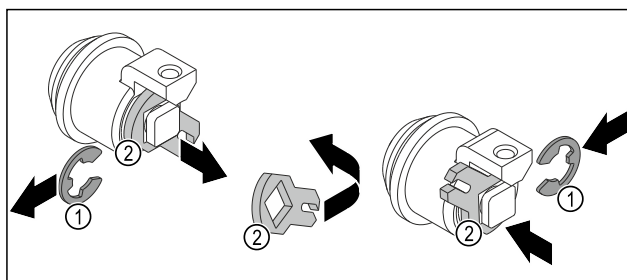

Fig. 15
- ▶ Извлеките стопорное кольцо Fig. 15 (1).
- ▶ Снимите запорный крючок Fig. 15 (2), переверните и снова установите его.
- ▶ Установите стопорное кольцо Fig. 15 (1).